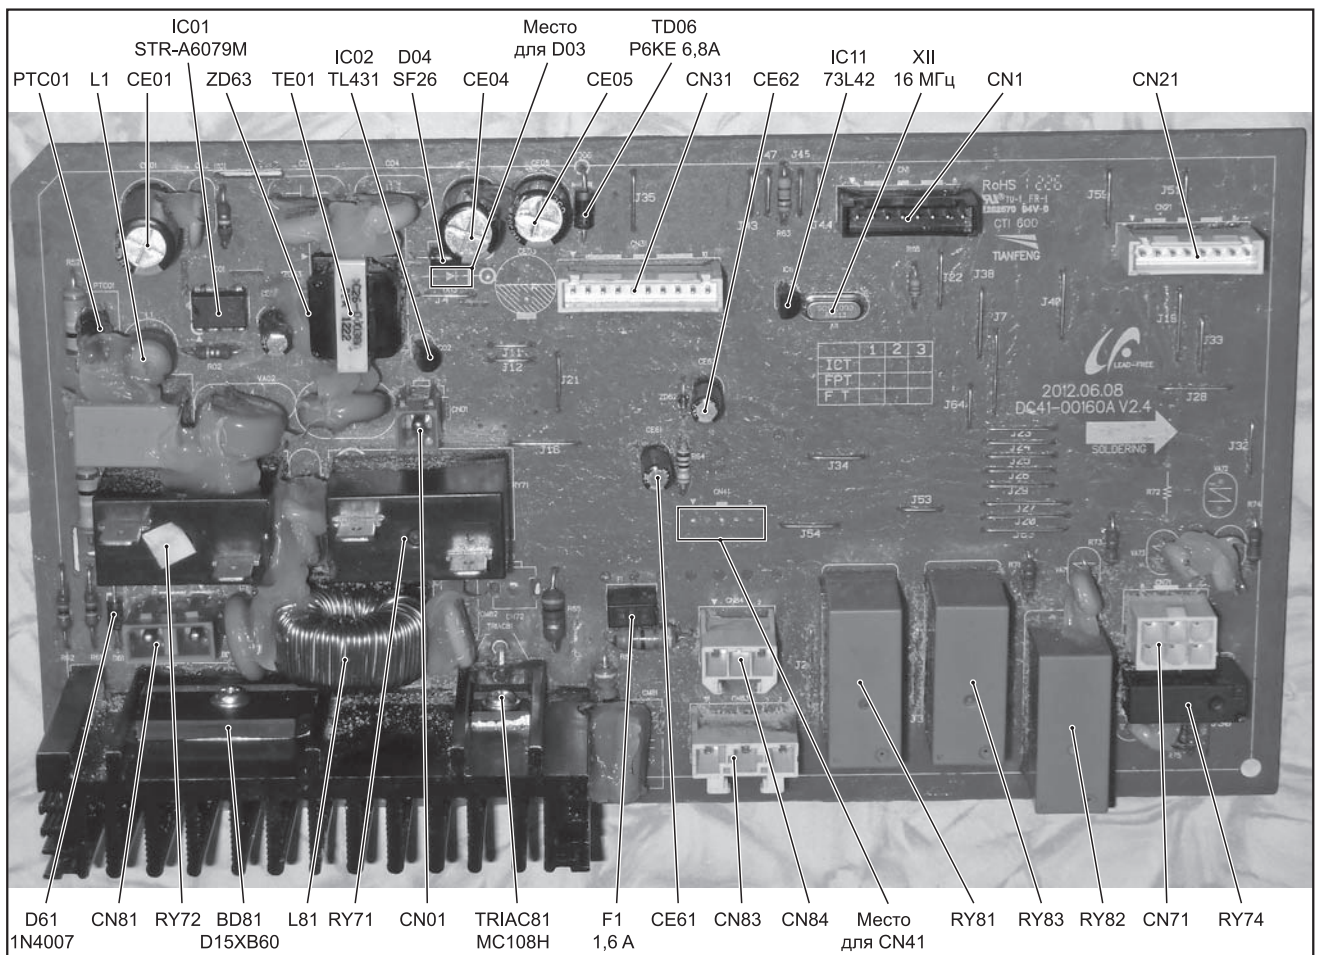
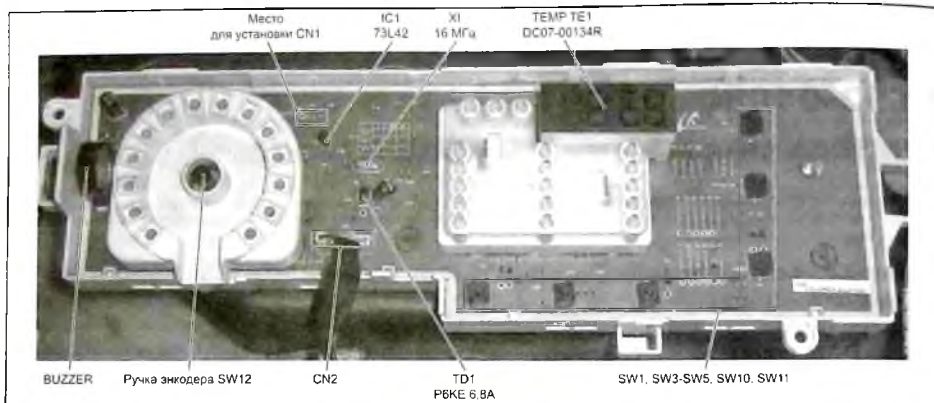
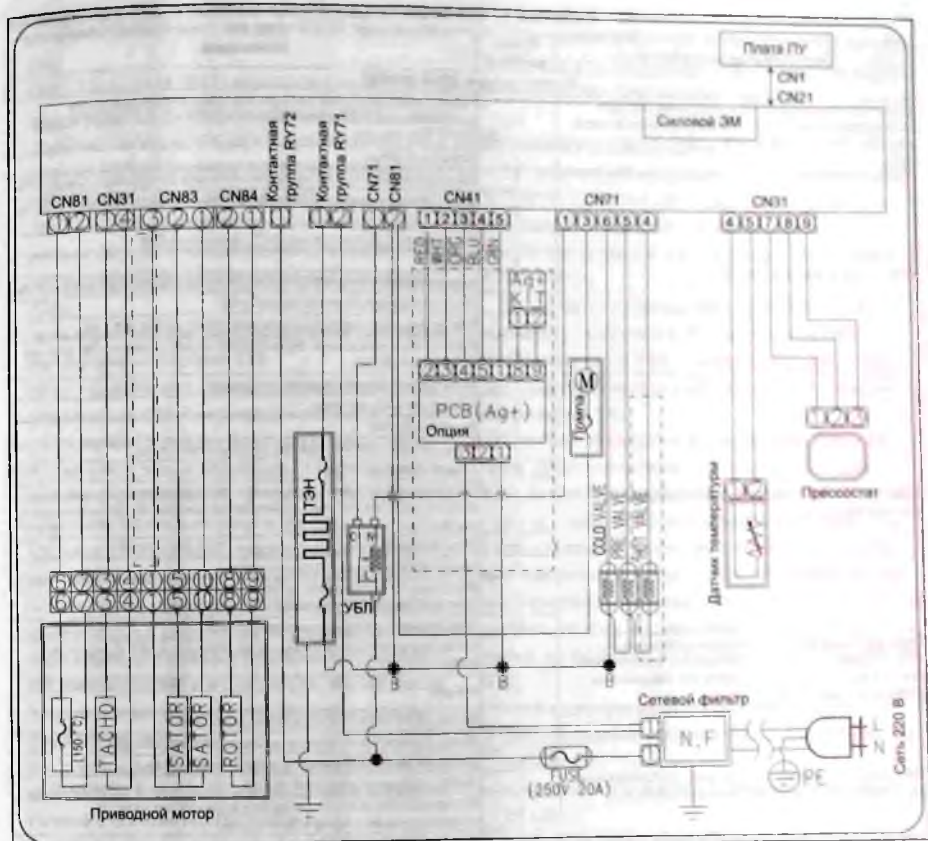

Рис. 1. Внешний вид силового модуля (код DC92-01080A) и расположение на нем основных компонентов
Рис. 2. Внешний вид модуля ПУ (код DC92-01135A) и расположение на нем основных компонентов
Рис. 3. Схема соединений ЭМ на примере СМ «Samsung WF06021W0BCWQ»
Рис. 3. Окно дисплея и кнопки панели управления духовки, где: 1 — кнопка включения/выключения питания; 2 — окно дисплея; 3 — кнопка выбора функций приготовления; 4 — кнопка включения/выключения освещения; 5 — кнопка кухонного таймера; 6 — кнопка часов; 7 — кнопка времени приготовления; 8 — кнопка времени окончания приготовления; 9 — кнопка температуры; 10 — кнопки изменения времени, температуры вверх/вниз
Окно дисплея и кнопки панели управления духовки показаны на рис. 3.
и времени приготовления (7) панели управления (см. рис. 3) и удержанием их в течение 5 с, после чего коды ошибок отображаются в окне дисплея.
дены на рис. 1, модуля ПУ DC92-01135A — на рис. 2, а схема внешних соединений ЭМ в составе СМ — на рис. 3. Состав внешних соединителей обоих модулей, а также назначение их контактов приведены в таблице 1.